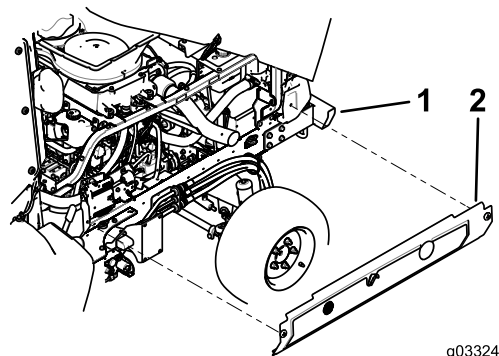

Figura 4
5. Montate il pannello laterale con il dispositivo di fissaggio conservato sulla macchina (Figura 4).